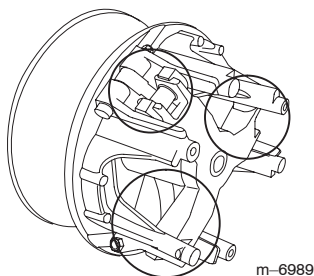

Figura 39
5. Lubrifique as peças móveis nas áreas assinaladas com um círculo na figura 39 utilizando o Dry Lubricant Spray da Toro, disponível no revendedor ou distribuidor autorizado Toro.